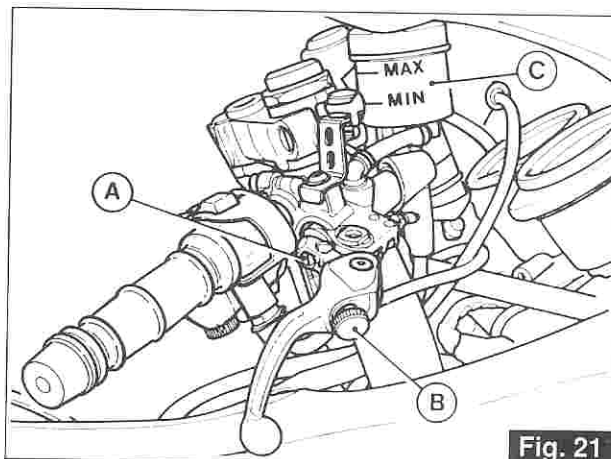

Fig. 21
5.2 REGOLAZIONE LEVA FRENO ANTERIORE (fig. 21)
5.2 ADJUSTING THE FRONT BRAKE LEVER (fig. 21)